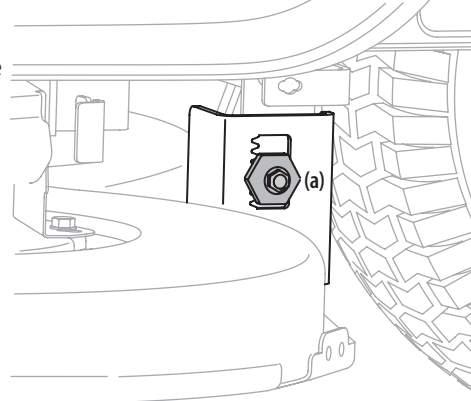

Figura 28
3. Debajo de los guardabarros traseros dentro de las ruedas, hay un perno de cabeza hexagonal de ajuste de elevación para cada lado de la plataforma. Consulte la Figura 28.
5. Para *baja*r el frente de la plataforma, afloje la tuerca exterior y luego afloje (rosca hacia afuera) la tuerca interior, alejándola del soporte de suspensión delantera. Consulte la Figura 28. Cuando se logra el ajuste correcto, vuelva a apretar la tuerca exterior.